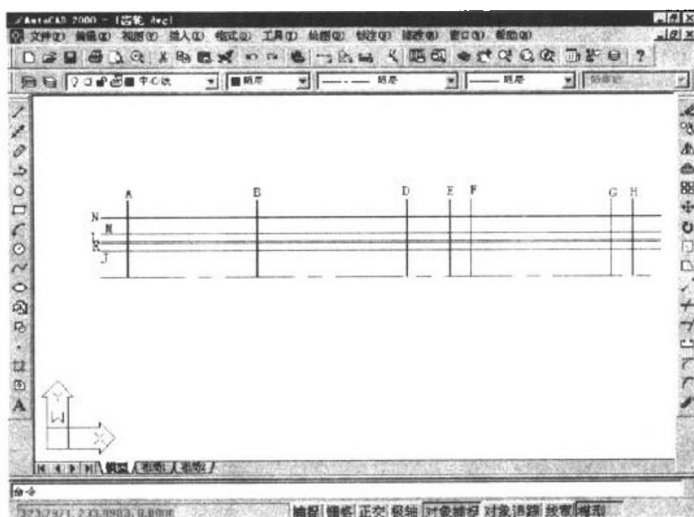

图 1.7 绘制其他端线
结果如图 1.7 所示。
调用 TRIM、CHAMFER 和 FILLET 命令,修整图 1.7 的直线段:
选择第一条直线或[多段线(P)/距离(D)/角度(A)/修剪(T)/方法(M)]: (在下端选择图 1.7 垂直线 A)
选择第二条直线: (在右端选择图 1.7 水平线 J)
选择第一条直线或[多段线(P)/距离(D)/角度(A)/修剪(T)/方法(M)]:(在下端选择图 1.7 垂直线 I)
选择第二条直线:(在左端选择图 1.7 水平线 L)
选择第一条直线或[多段线(P)/距离(D)/角度(A)/修剪(T)/方法(M)]:(在下端选择图 1.7 垂直线 G)
选择第二条直线:(在右端选择图 1.7 水平线 N)
选择第一条直线或[多段线(P)/距离(D)/角度(A)/修剪(T)/方法(M)]:(在下端选择图 1.7 垂直线 F)
2. 断开图 1.7 中的 M、L 直线:
选择对象:(选择图 1.7 垂直线 F)
选择对象:(选择图 1.7 垂直线 G)
选择第一个对象或[多段线(P)/半径(R)/修剪(T)]: (在左端选择图 1.7 中的直线 J)
选择第二个对象: (在上端选择图 1.7 中的直线 B)
选择第一个对象或[多段线(P)/半径(R)/修剪(T)]: (在左端选择图 1.7 中的直线 K)
选择第二个对象: (在上端选择图 1.7 中的直线 D)
选择第一个对象或[多段线(P)/半径(R)/修剪(T)]: (在左端选择图 1.7 中的直线 L)
选择第二个对象: (在上端选择图 1.7 中的直线 E)
选择第一个对象或[多段线(P)/半径(R)/修剪(T)]: (在左端选择图 1.7 中的直线 M)
选择第二个对象: (在上端选择图 1.7 中的直线 F)
选择第一个对象或[多段线(P)/半径(R)/修剪(T)]: (在右端选择图 1.7 中的直线 M)
选择第二个对象: (在上端选择图 1.7 中的直线 G)
选择第一个对象或[多段线(P)/半径(R)/修剪(T)]: (在右端选择图 1.7 中的直线 L)
选择第二个对象: (在上端选择图 1.7 中的直线 H)